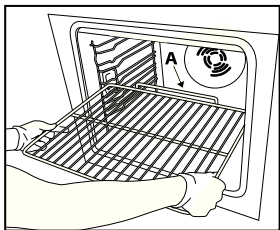

Рис. 1
- 1. Вставьте решетку горизонтально, так, чтобы выступ A был сверху (Рис. 1).